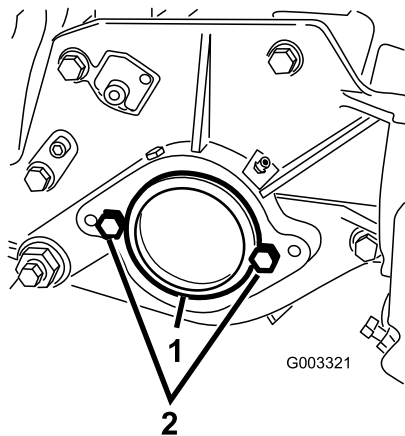

図 7
3. カッティングユニット右側のベアリングハウジングについているプラスチック製のプラグを外す 図 7。
4. 右側サイドプレートからキャップスクリュ2本を取り外す 図 7。
6. カッティングユニットの左側サイドプレートに、リールモータ取り付け用のキャップスクリュ2本を仮止めする 図 7。